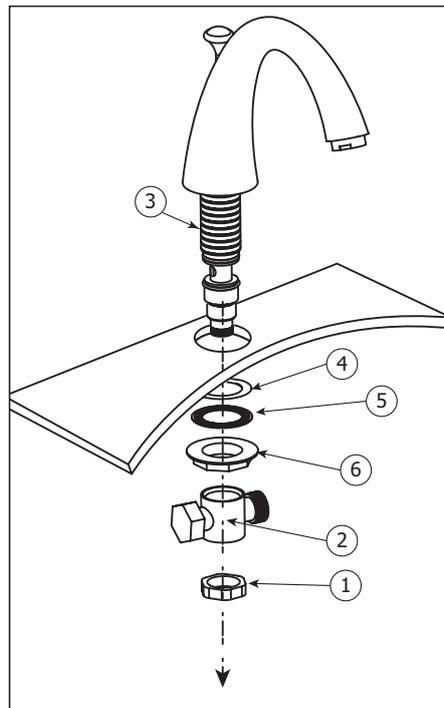

Fig.3
Carefully insert the shank body through the pre-drilled deckmount hole. From underneath, insert fiber (4) and metal (5) washers and secure with nut (6). Fig.3.
Insérer avec soin la base du bec dans le trou de la surface. Insérer les rondelles en fibre (4) et en métal (5) par en dessous et fixer le bec avec l'écrou de retenue (6). Fig.3.